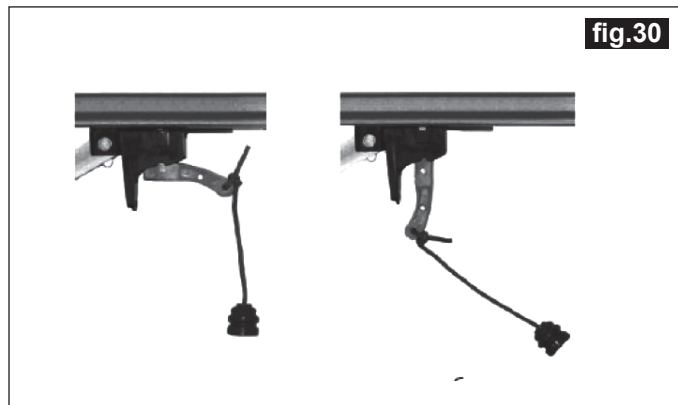

fig.30
- Tirar del cable de desbloqueo (**Fig.30-ref.1**) para desbloquear la puerta de la automatización.